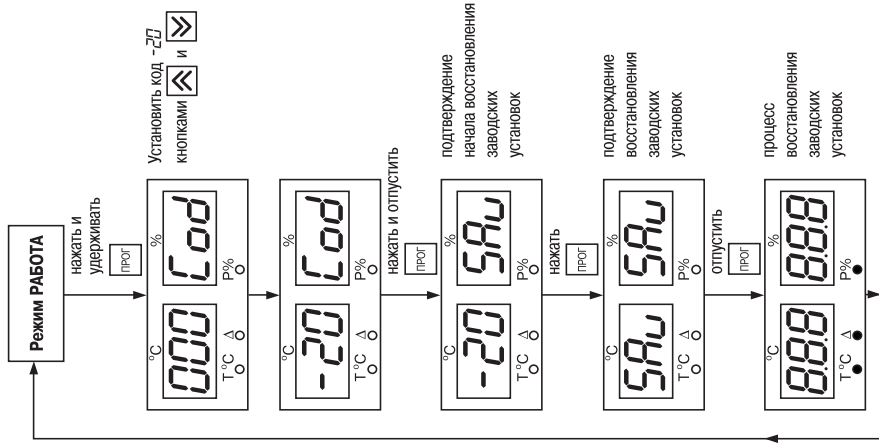

Рис. 6
6.2.4.1. Находясь в режиме РАБОТА, нажать и удерживать кнопку  до появления на индикаторе "0%" надписи L_{cod} (рис. 6).